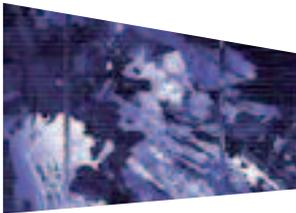

Figure 3 :
- **Le silicium polycristallin** (Multi – Si), plus répandu car moins cher à produire, est composé de plusieurs cristaux juxtaposés (cf. figure 3). Une fois fondu, le bloc obtenu est tranché en wafers qui sont assemblés de la même façon qu'en monocristallin. Le rendement de ces modules est généralement compris entre 12 et 15 %.